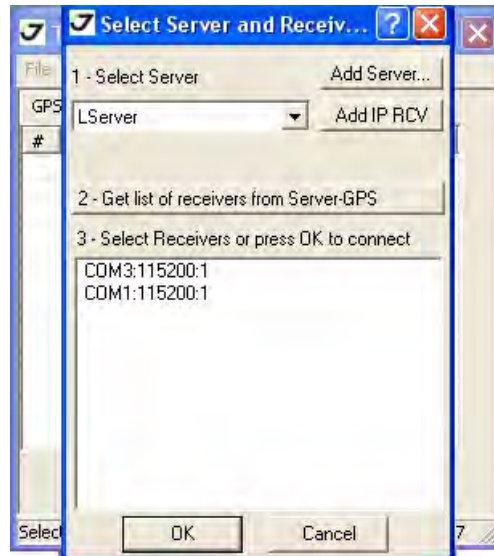

Рисунок 46. Параметры соединения
2. Запустите TriVU. Выберите порт (COM) и нажмите Ok (Рис. 46).